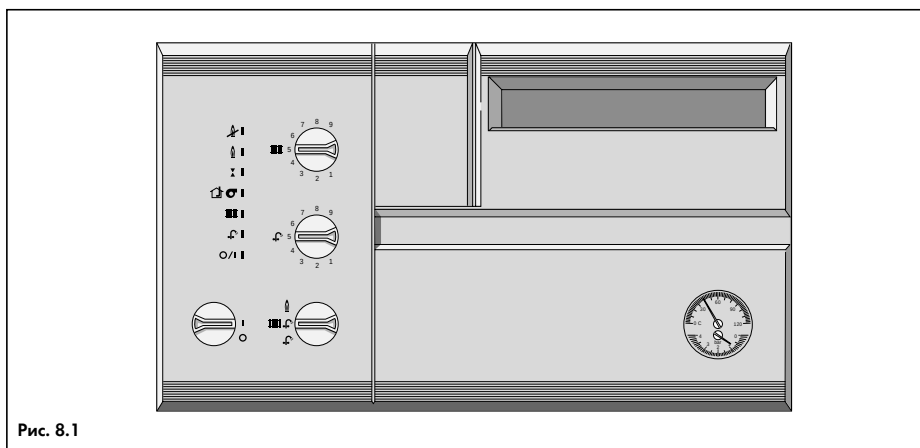
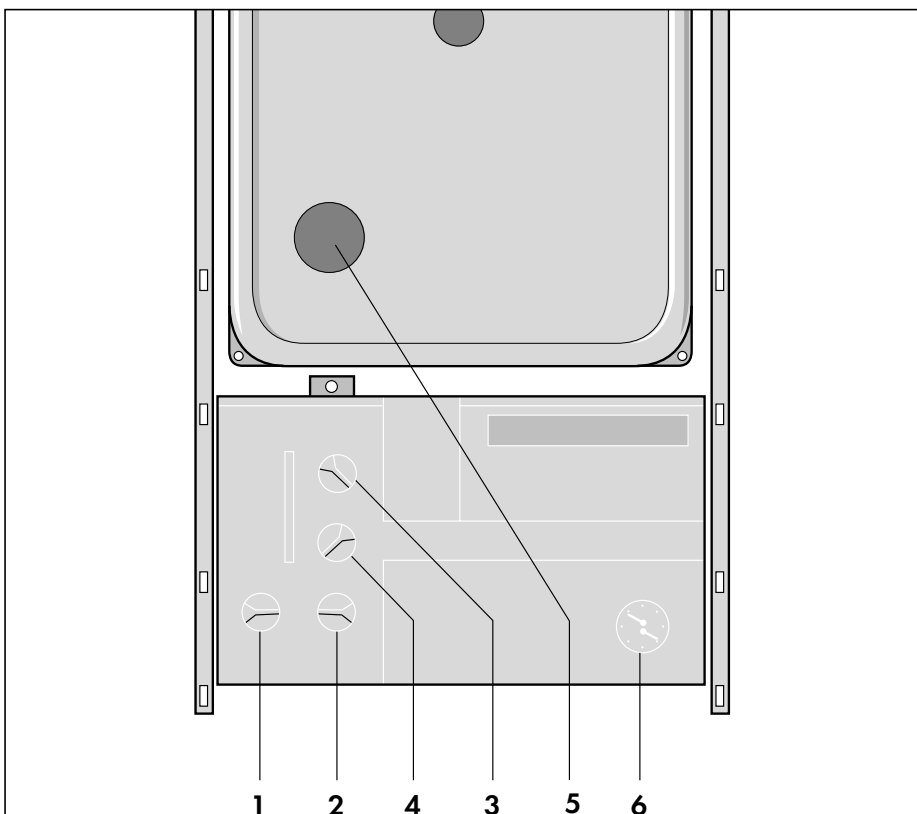

Рис. 8.1
Рис. 8.2
Аппарат имеет систему индикации, которая показывает его рабочее состояние и возникшие при работе неисправности. С её помощью можно провести проверку функционирования аппарата в режимах отопления и приготовления воды для хозяйственных нужд* (рис. 8.1).
- Включить главный выключатель котла, поставив его из положения "выкл" (0) в положение "вкл" (I); При этом должен загореться зеленый СДИ "Сеть вкл/выкл";
- Обеспечить запрос работы аппарата на отопление, установив регулятор температуры подающей линии (3, рис. 8.2) на "9". В случае, если к аппарату подсоединены внешние регуляторы, обеспечить запрос работы аппарата на них. При этом должен загореться желтый СДИ "Запрос отопления";
Указание: Если попытка зажигания оказалась безуспешной, то на панели управления котла включится красный СДИ "Сбой" (см. рис. 8.1). Как правило, это означает, что нарушена подача газа или же из газопровода не до конца удален воздух. Проверить еще раз подачу газа, после чего переключатель режимов работы (2, рис. 8.2) повернуть в положение "Разблокировать" . Будет предпринята повторная попытка розжига.
- Включить аппарат в любом режиме и закрыть газовый кран на опуске. В течение 10 с аппарат должен попытаться разжечь горелку (искровые разряды на электродах розжига можно видеть через смотровое окошко на крышке турбо-камеры (5, рис. 8.2)). По истечении 10 сек. аппарат должен выключиться;
- Открыть газовый кран и снять сбой, для чего переключатель режимов работы (2, рис. 8.2) повернуть в положение "Разблокировать" . Горелка будет разблокирована и аппарат начнет работу.
- Повторно заполнить водой отопительную установку и спустить из нее воздух, как описано в главе 6.4. Систему отопления заполнить до уровня, при котором манометр (6, рис. 8.2) показывает давление на 0,5 бар большее, чем статическое давление воды в системе отопления на уровне установки аппарата, но не менее 1 бар. Статическое давление 1 бар соответствует 10 м высоты системы отопления.
Указание: Минимальное давление на манометре (6, рис. 8.2) никогда не должно опускаться ниже значения 1 бар.